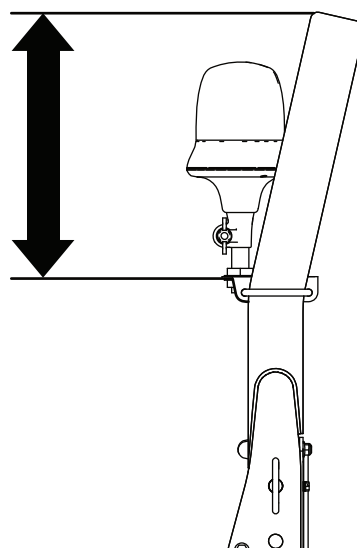

Figura 5
3. Coloque el soporte de montaje de la baliza a 37 cm de la parte superior del ROPS y apriete las tuercas del perno en U (Figura 5).